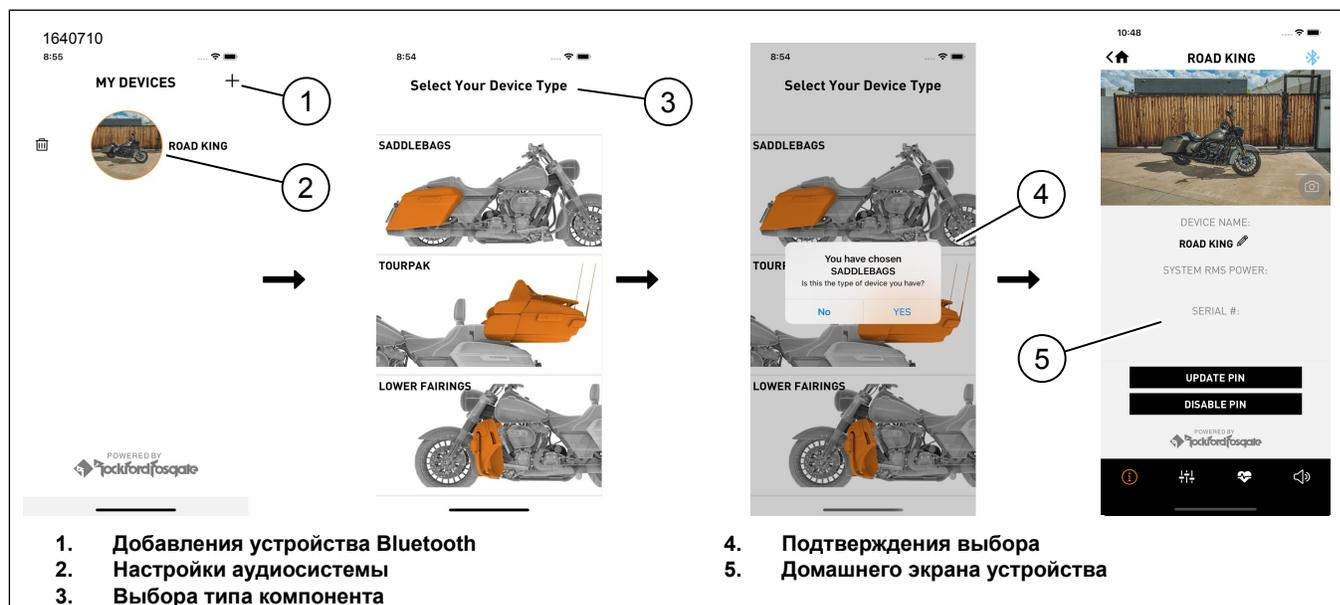
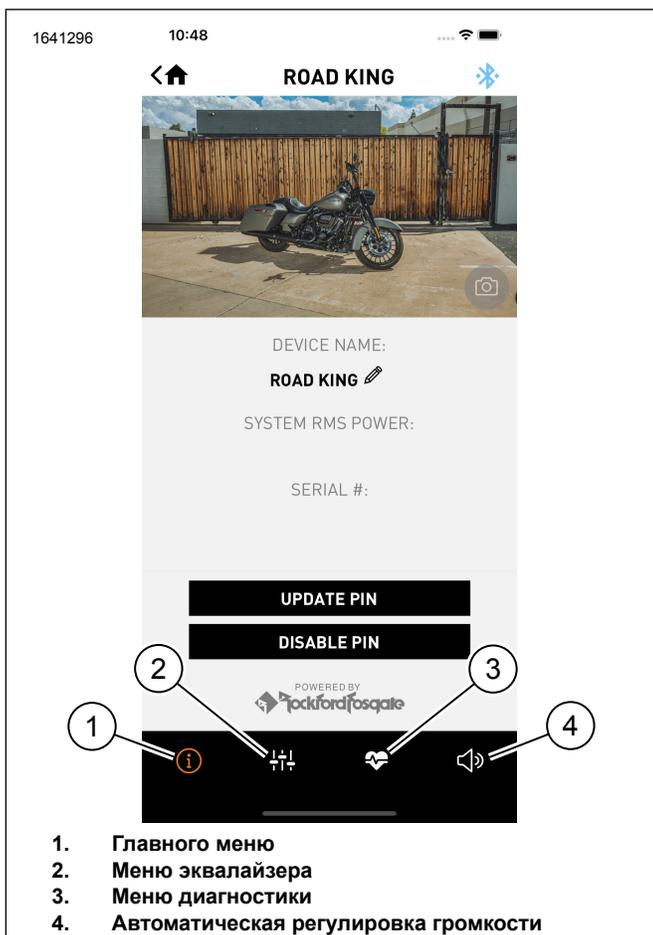
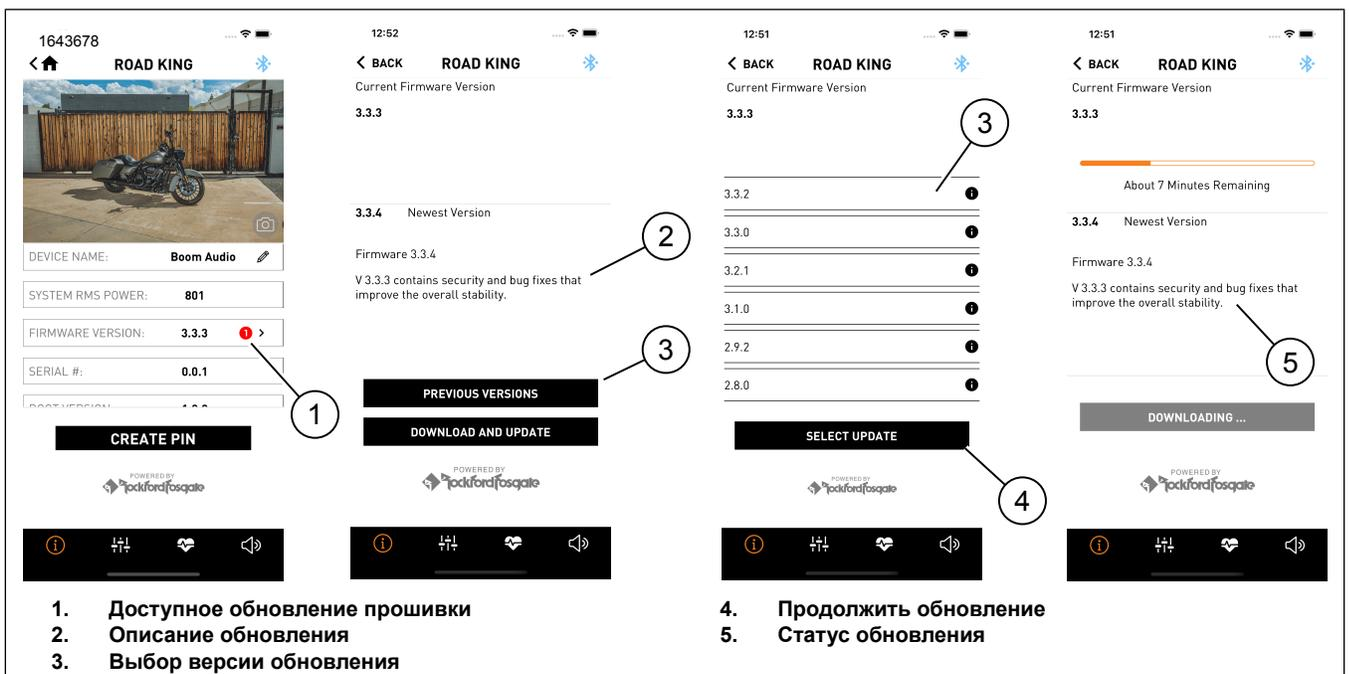

Рисунок 17. Процесса установки
Рисунок 18. Строка меню
Рисунок 19.
1. См. рис. 17. Доступ к аудиосистеме.
- a. Выполните сопряжение устройства (1) и системы.
- b. Войдите в меню приложения (2) для настройки аудиосистемы транспортного средства.
2. Выберите конфигурацию (3), в которой динамики были установлены на транспортном средстве.
3. Подтвердите выбор (4).
4. После завершения настройки отобразится домашний экран устройства (5).
5. См. рис. 18. Нажмите на иконки строки меню для отображения:
- a. Главного меню (1)
- b. Меню эквалайзера (2)
- c. Меню диагностики (3)
1. См. рис. 19. Красный кружок указывает на наличие доступного обновления прошивки (1).
2. Краткое описание обновления (2).
- b. Нажмите на предыдущую версию (3), если хотите установить ее.
3. Выберите обновление версии (3) и продолжите обновление (4).
- a. См. рис. 18. Нажатие значка главного меню (1) отобразит дополнительную информацию об обновлении.
4. На экране отображается состояние обновления (5), применяемого к усилителю.